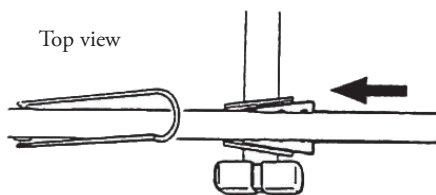

Bild. 8
- Skjut de koniska plattorna på tvärlarmarna in i de avsmalnande socklarna på vaggan. (Bild 8)